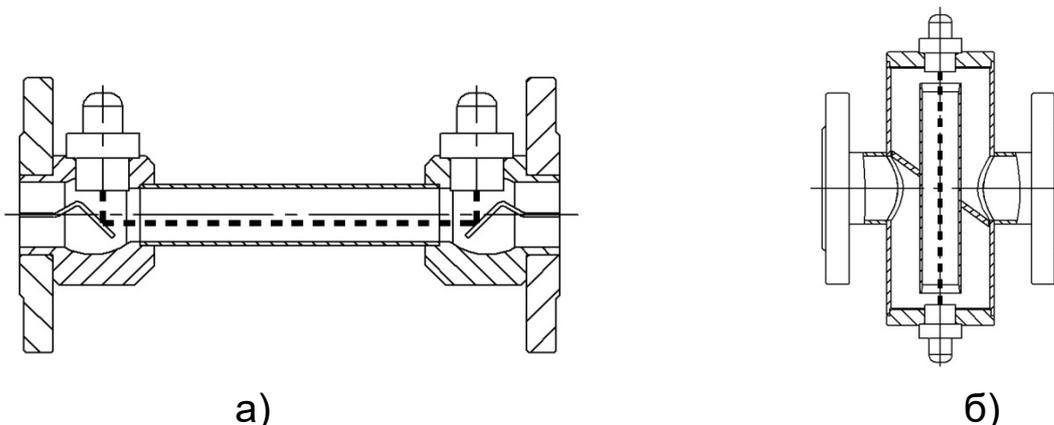

Рисунок 2. а) ППР – прямая труба с сужением (С);
– исполнение **С** - «прямая труба с сужением» - зондирование потока - в продольном сечении ППР (рисунок 2а). Стандартное фланцевое или резьбовое присоединение к трубопроводу.
– исполнение К - «крестообразный» - зондирование потока в продольном сечении ППР (рисунок 2б). Стандартное фланцевое присоединение к трубопроводу.